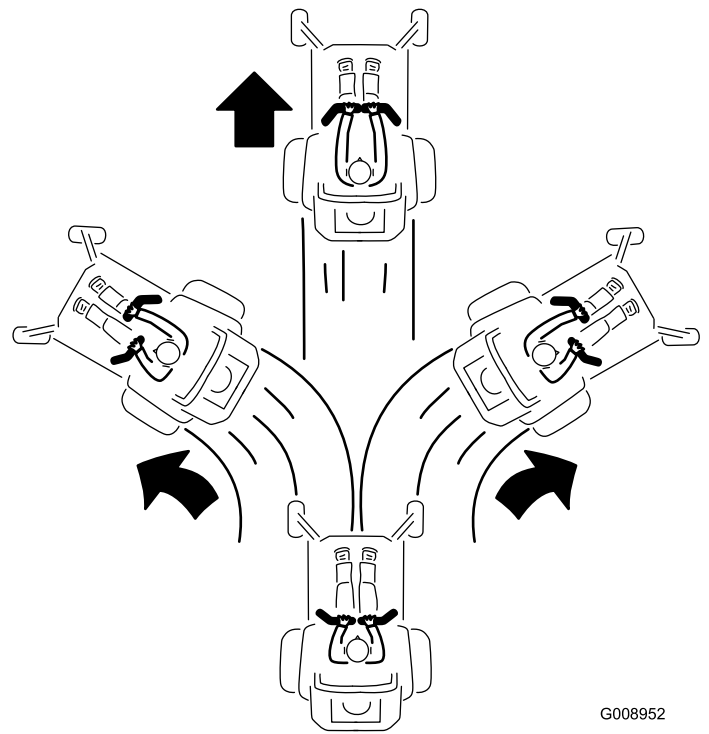

Figura 29
3. Para ir hacia adelante, empuje lentamente las palancas de control de movimiento hacia adelante (Figura 29).